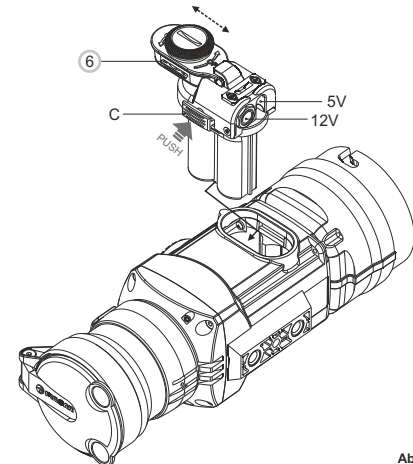

Abb. 3
- Stecken Sie den Adapter in den Batteriebehälter des Monokulars (s. Abb. 3) ein. Vergewissern Sie sich, dass die Klinken (C) des Adapters beidseitig geschlossen wurden.
- Befestigen Sie den Deckel (6) auf dem Adapter (s. Abb. 3).
- Schalten Sie das Gerät ein, indem Sie die Taste “ON/OFF” (9) kurz drücken.